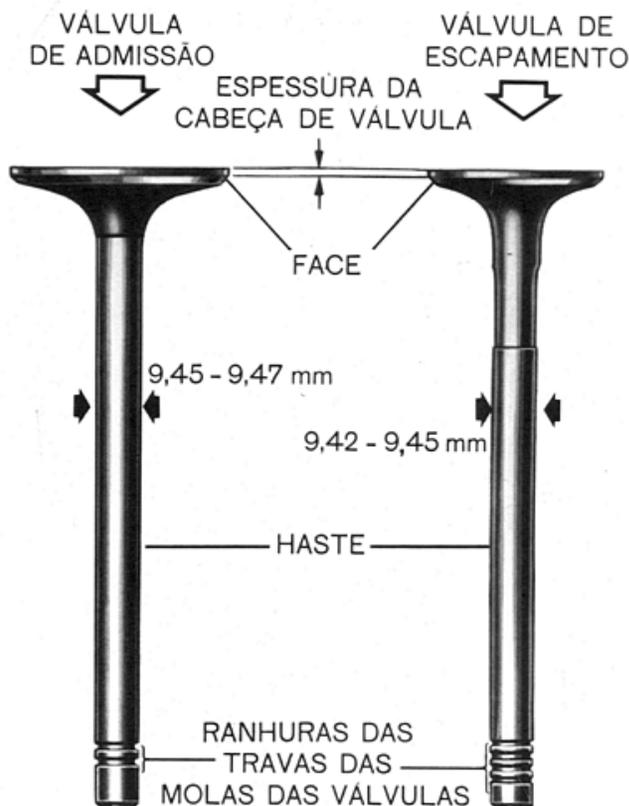

Fig. 4 — Válvulas de admissão e escapamento
- Verificar o desgaste das hastes. O diâmetro de uma haste de válvula de admissão nova deverá ter de 9,45 a 9,47 mm e o diâmetro da haste da válvula de escapamento deverá ter de 9,42 a 9,45 mm. Se o desgaste exceder a 0,05 mm, substituir a válvula (fig. 4).